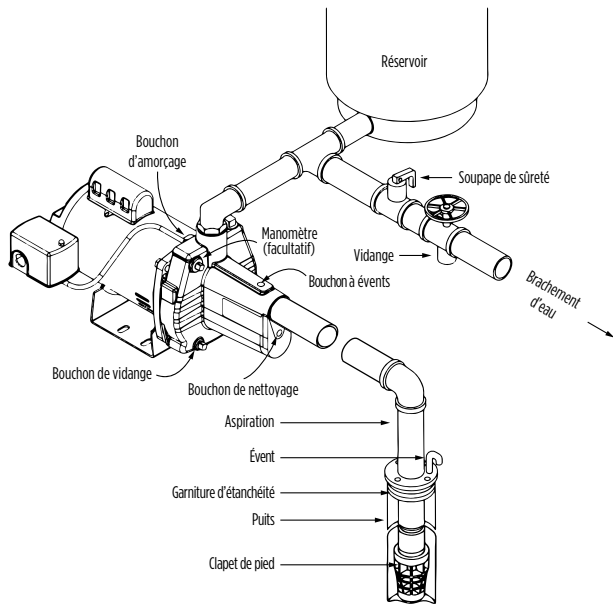
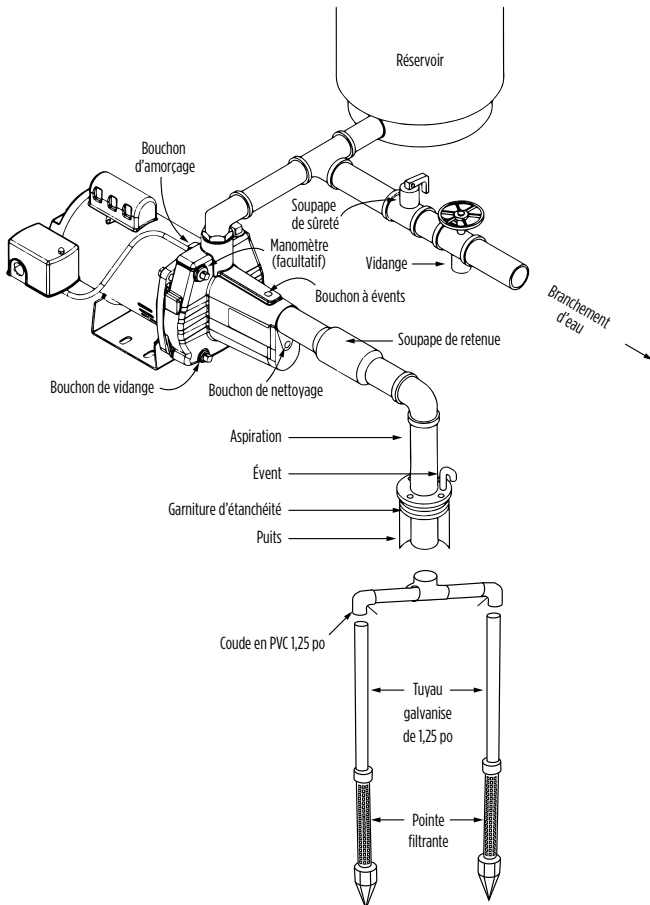

Figure 3 - Puits peu profond (avec clapet de pied)
Figure 5 - Puits peu profond (avec clapet anti-retour en ligne)
Il est recommandé de n'utiliser qu'un tuyau ou un boyau neuf de 1-1/4 po (31,75 mm). Si la pompe se trouve à une certaine distance du point d'eau, il faudrait accroître le diamètre de la conduite et se servir d'un tuyau de 1 1/2 po (38,1 mm). Les sections horizontales de tuyauterie seront graduellement inclinées vers le haut, depuis la source d'eau jusqu'à la pompe, pour éviter la formation de poches d'air dans la canalisation. Un lubrifiant de filetage doit être utilisé sur tous les joints du tuyau et les connexions doivent être bien serrées. **Un clapet de pied ou une soupape de retenue doit être installé et vérifié pour détecter toute fuite qui empêcherait le bon fonctionnement du système.** Disposer le clapet de pied de façon à ce qu'il soit immergé en tout temps. Si une pointe filtrante est utilisée, installer un clapet de retenue près du tuyau d'aspiration de la pompe au lieu de clapet de pied (consultez la section intitulée « **Installation typiques** », Figure 5). **Toutes les installations doivent avoir un clapet de pied ou une soupape de retenue dans le tuyau d'aspiration.**
11. Le manomètre n'est pas fourni de la pompe. Il doit être installé dans le trou de 1/8 po NPT, placé sur la surface de devant du corps de la pompe, de l'autre côté où est placé le manostat (consultez la section intitulée « **Installations typiques** », Figures 3, 4, 5, ou 6).
Pour les installations dans des puits peu profonds, un seul tuyau est utilisé pour relier la pompe à la source d'eau. Cette pompe peut être utilisée pour les puits forés à la sondeuse (voir Figures 3, 4, ou 6) ou les puits tubulaires (voir Figure 5). Les puits forés à la sondeuse sont des trous creusés dans le sol par des foreurs de puits professionnels à l'aide de gros appareils de forage. Les puits tubulaires (également appelés puits à pointe filtrante) utilisent des pointes filtrantes, soient de longs tubes pointus munis d'un filtre permettant à l'eau de pénétrer à l'intérieur du tuyau, tout en retenant le sable et les sédiments. Le niveau d'eau dans un puits foré à la sondeuse est relativement élevé ou près du niveau du sol (maximum de 30 pi [9,1 m]). Poursuivez le processus approprié d'installation pour puits peu profonds.
7. Le manomètre n'est pas fourni de la pompe. Il doit être installé dans le trou de 1/8 po NPT, placé sur la surface de devant du corps de la pompe, de l'autre côté où est placé le manostat (consultez la section intitulée « **Installations typiques** », Figures 3, 4, ou 6).
9. Utilisez le tube de PVC restant de l'étape (4). Lissez l'arête de coupe à l'aide d'une lime ronde. Assurez-vous que le tuyau est propre et exempt de particules de tubes ou de pièces, car celles-ci pourraient s'introduire dans la pompe et endommager l'impulseur. Fixez une extrémité du tuyau à l'adaptateur installé à l'entrée d'aspiration. Assurez-vous qu'aucune fuite n'est présente. **Tous les raccords et joints doivent être étanches à l'air. Une petite fuite de la taille d'un trou d'épingle pourrait entraver le bon fonctionnement de la pompe.**
1. Enfoncez la pointe filtrante dans le sol en suivant les instructions qui l'accompagnent. Celle-ci doit être enfoncée assez profondément pour traverser la formation aquifère sous le niveau phréatique, mais cette profondeur ne devrait pas dépasser 25 pi (7,6 m). Une seule pointe filtrante pourrait ne pas fournir la quantité d'eau requise. Il est donc parfois nécessaire d'utiliser plus d'une pointe filtrante afin d'accroître l'alimentation en eau. Deux pointes filtrantes distinctes peuvent être reliées à l'aide de tuyaux additionnels et d'un joint transversal (voir Figure 5).
8. Le manomètre n'est pas fourni de la pompe. Il doit être installé dans le trou de 1/8 po NPT, placé sur la surface de devant du corps de la pompe, de l'autre côté où est placé le manostat (consultez la section intitulée « **Installations typiques** », Figure 5).
9. Installez un adaptateur mâle en acier galvanisé de 1-1/4 po dans l'entrée d'aspiration de la pompe. Ne serrez pas de façon excessive, car les raccordements pourraient se fissurer. Mesurez la distance entre cet adaptateur et le clapet anti-retour installé à l'étape (6). Coupez un tuyau en PVC de 1-1/4 po de cette longueur. À l'aide d'une lime ronde, lissez l'arête de coupe. Assurez-vous que le tuyau est propre et exempt de copeaux de tubes ou de toute pièce quelconque, car ceux-ci pourraient s'introduire dans la pompe et endommager l'impulseur. Fixez le tuyau de 1-1/4 po en PVC à l'adaptateur et ensuite au clapet anti-retour. Assurez-vous qu'aucune fuite n'est présente. **Tous les raccordements et joints doivent être étanches à l'air. Un orifice de la taille d'un trou d'épingle pourrait entraver le bon fonctionnement de la pompe.**